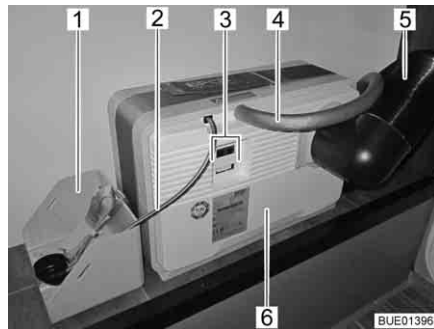
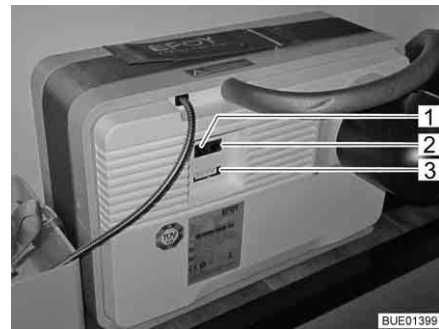
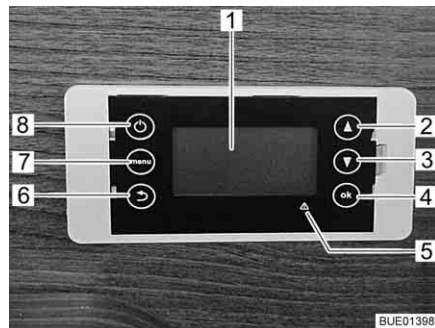

Bild 160 Bränslecell med tankpatron
Bild 161 Anslutningsfält bränslecell
Bild 162 Kontrollenhet bränslecell
Bränslecellen består av flera komponenter, som är monterade i det bakre bagageutrymmet (Bild 160), och en kontrollenhet (Bild 162) i bodelen.
På bränslecellen (Bild 160,6) finns:
- anslutningen för frånluftsslangen (Bild 160,4) resp. påfyllningsöppningen för servicevätskan
- värmeavledningsröret (Bild 160,5)
- elanslutningar (Bild 160,3) med datagränssnitt (Bild 161,2), apparatanslutning (Bild 161,3) och anslutning för kontrollpanelen (Bild 161,1)
Till bränslecellen hör en tankpatron, som kopplas till bränslecellen (Bild 160,6) via tankanslutningen (Bild 160,2).
Tankpatronen är fastsurrad i tankpatronhållaren (Bild 160,1).
Bränslecellen laddar automatiskt bodelsbatteriet när bodelsbatteriets spänning sjunker under 12,3 V och bränslecellen har aktiverats med på/av-knappen (Bild 162,8).
Displayen (Bild 162,1) på kontrollenheten har fyra rader.
Med menyknappen (Bild 162,7) kan huvudmenyn öppnas:
Vid fel lyser den röda felindikeringen (Bild 162,5) och ett meddelande visas på displayen. Meddelandet består av en felkod och anvisningar för hur felet kan åtgärdas.